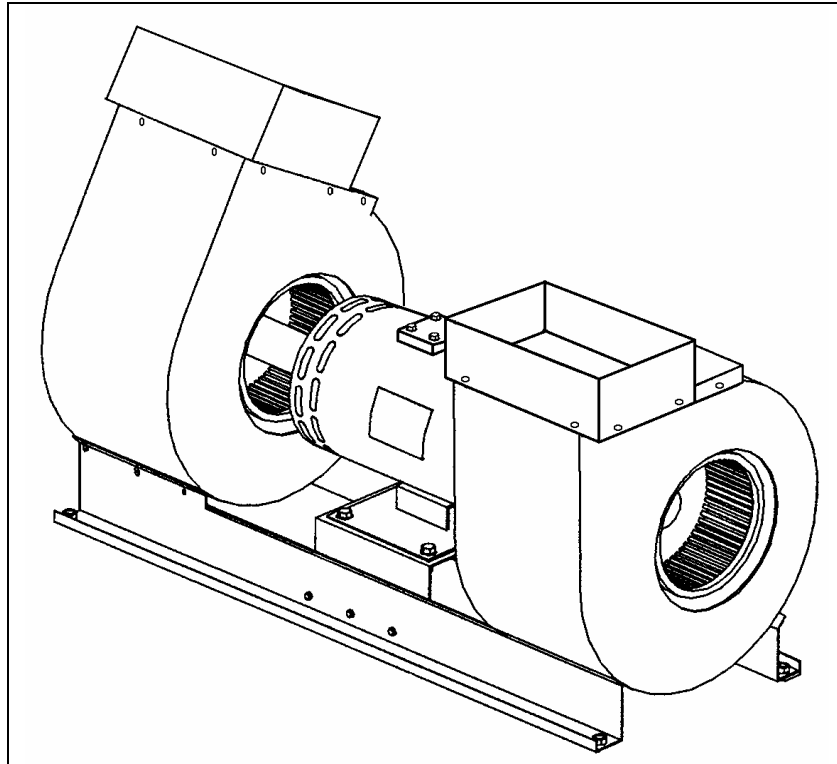

FIGURE 1: ENSEMBLE MOTEUR DE L'ÉVAPORATEUR
5. À partir du dessous du véhicule, dévisser les huit boulons fixant la base de l'ensemble moteur de l'évaporateur. Retirer l'ensemble complet du moteur de l'évaporateur de son compartiment (Fig. 1).